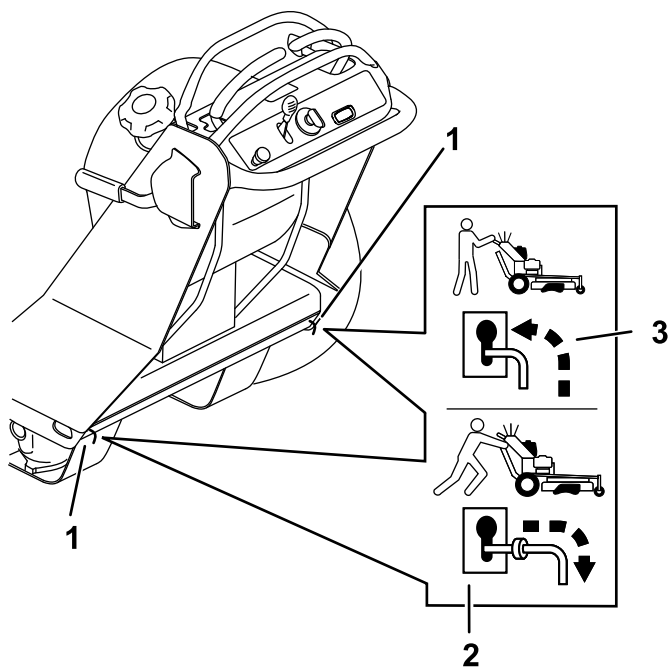

Figura 67
4. Spostate entrambe le leve di esclusione indietro attraverso il foro a chiave e in basso per bloccarle in sede (Figura 67).
7. Spegnete il motore e spostate le leve di esclusione avanti attraverso il foro a chiave e in basso per bloccarle in sede (Figura 67).